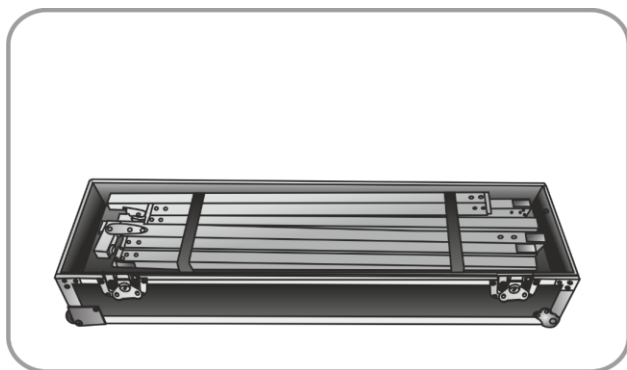
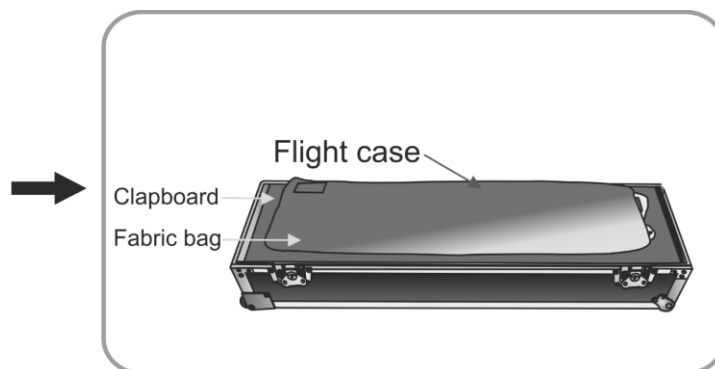

Fig. 20
Fig. 21
- 06) Mettere le gambe e il telaio principale all'interno del flight case e fissarli (Fig. 20). Mettere dentro la borsa degli accessori. Inserire l'asse di supporto e appoggiarci sopra la borsa del tessuto (Fig. 21).